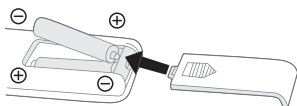

Fig.1
- Insérez les piles et assurez-vous qu'elles sont placées comme indiqué sur la Fig.1.